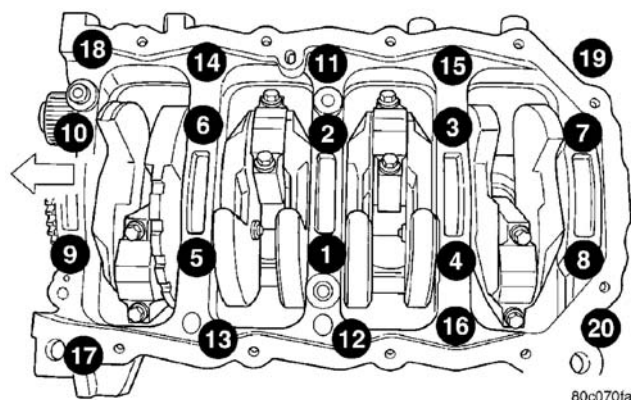

图 56 主轴承盖/底板紧固顺序
• 步骤 5：以（图 56）所示的顺序，安装和紧固螺栓（1—10）至 $41\text{N} \cdot \text{m}$ (30ft. lbs.)。
（10）按（图 56）所示的顺序再次将螺栓（1—10）至 $41\text{N} \cdot \text{m}$ (30ft. lbs.)。
（11）按（图 56）所示的顺序再次将螺栓（1—10）拧紧 $1/4$ 圈。
（12）按（图 56）所示的顺序安装主轴承底板至发动机体螺栓（11—20），并将每个螺栓拧紧至 $28\text{N} \cdot \text{m}$ (20ft. lbs.)。
（13）按（图 56）所示的顺序把螺栓（11—20）拧紧至 $28\text{N} \cdot \text{m}$ (20ft. lbs.)。